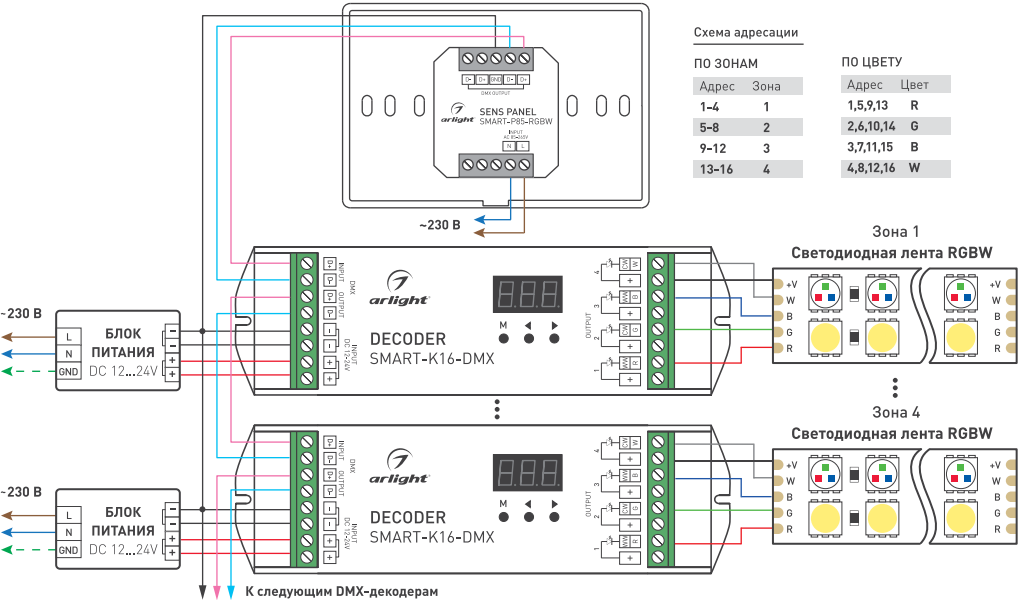

Рисунок 1. Общая схема подключения панели
- 3.2. Подключите оборудование согласно схеме, приведенной на рис. 1. Соблюдайте полярность и порядок подключения проводов к клеммам.